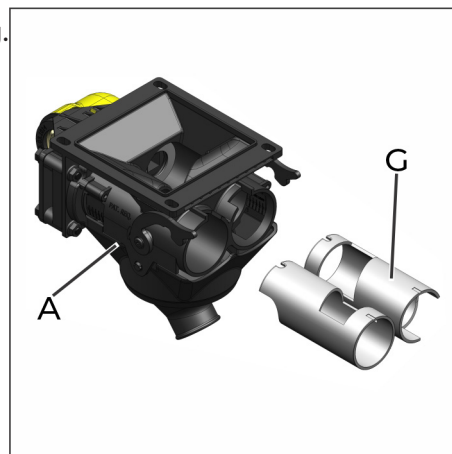

fig. 65
Retire el revestimiento (G) (fig. 65) del dosificador (A) (fig. 65). Revise, limpie o sustituya si fuera necesario.